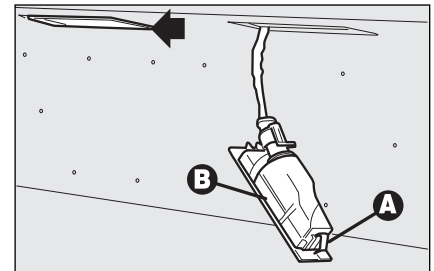

fig. 40
- maak met behulp van een platte schroevendraaier beschermd met een zachte doek bij **A-fig. 40** los om de unit **B** te verwijderen;